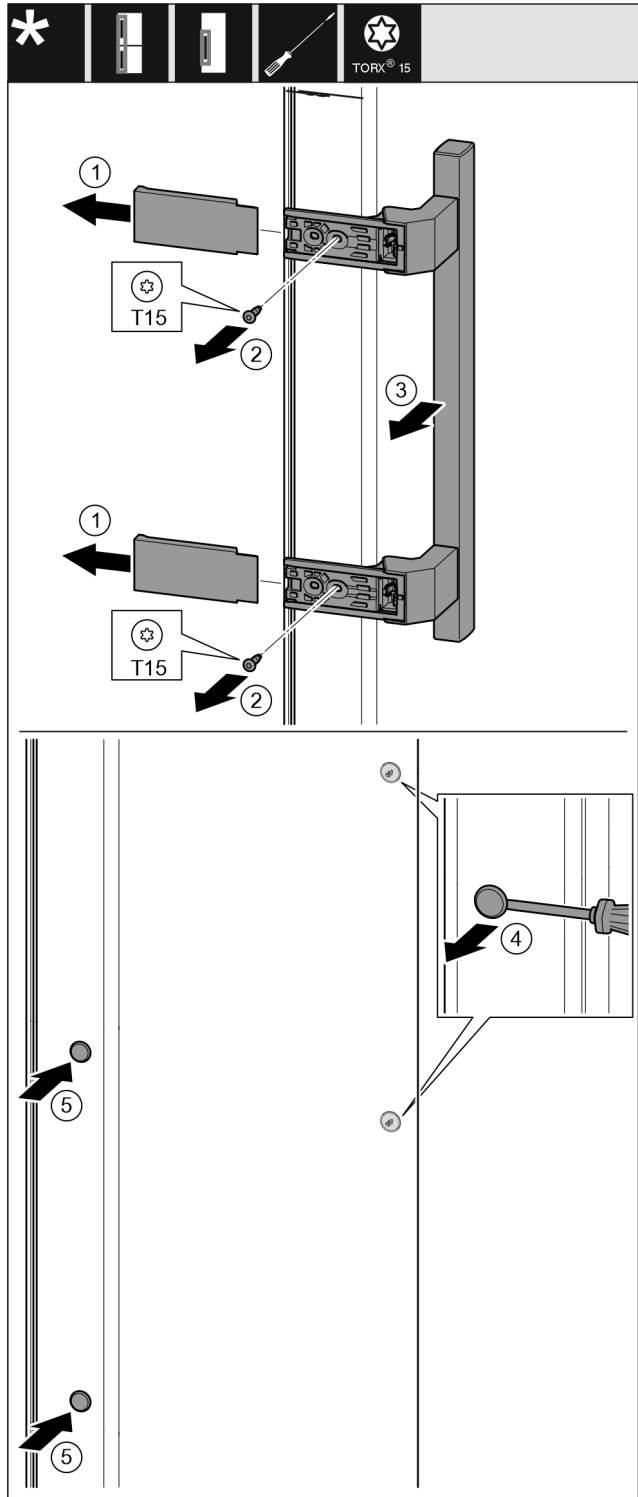

Fig. 13
- Abdeckung abziehen. Fig. 13 (1)
- Schrauben mit Schraubendreher T15 herausdrehen. Fig. 13 (2)
- Griff abnehmen. Fig. 13 (3)
- Seitlichen Stopfen vorsichtig mit einem Schlitzschraubendreher anheben und herausziehen. Fig. 13 (4)
- Stopfen auf der anderen Seite wieder einsetzen. Fig. 13 (5)